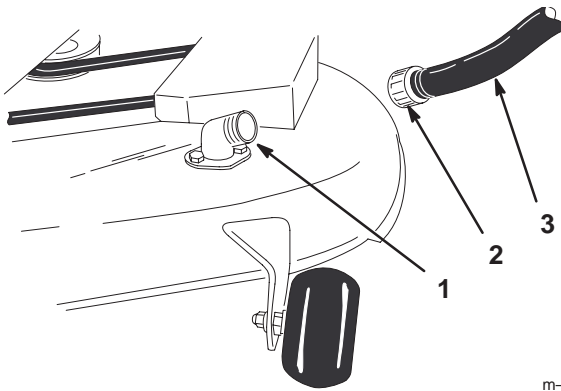

Figure 47
4. Vissez l'accouplement du tuyau au raccord de lavage du carter de tondeuse et ouvrez l'eau en grand (Fig. 47).